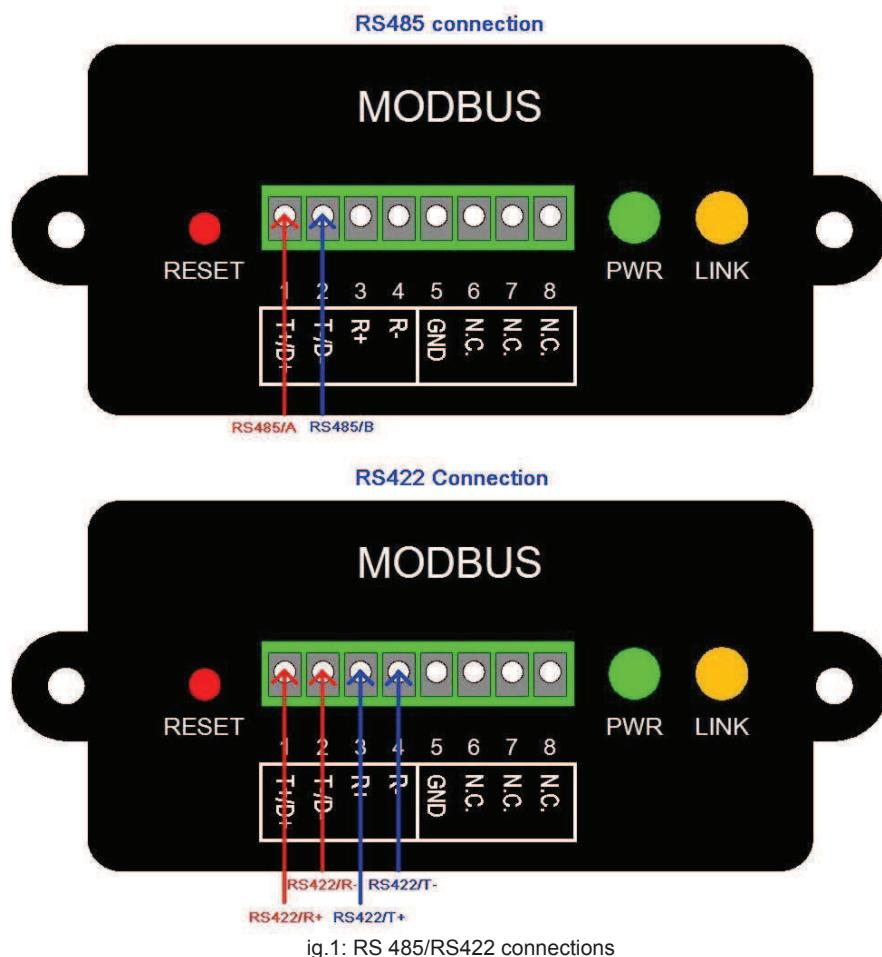

fig.1: RS 485/RS422 connections
- ◆ Come mostra la Fig 1, connettere la linea RS485/RS422 sul connettore frontale del pannello. Si suggerisce di usare un cavo bipolare 0.22mm², (AWG24) ^{*1}.